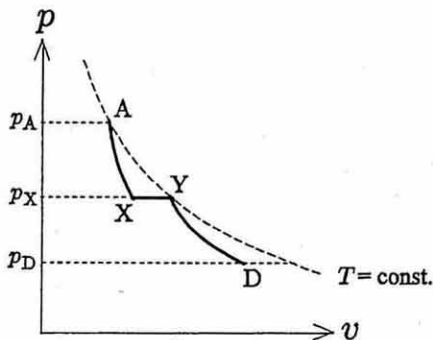

図 1
- (b) 図 1 のような断熱膨張 A→X, 定圧加熱 X→Y, および断熱膨張 Y→D からなる過程 A→X→Y→D を考える. ただし, 状態 A と状態 Y の温度は等しいものとする. 過程 A→X→Y→D で単位質量の気体が外になす工業仕事  $w_{AXYD}$  を求め,  $\kappa, R, T_A, p_A, p_X, p_D$  を用いて表せ. また,  $w_{AXYD}$  が最大となるときの  $p_X$  および  $w_{AXYD}$  の最大値を求め,  $\kappa, R, T_A, p_A, p_D$  のうち必要なものを用いて表せ.